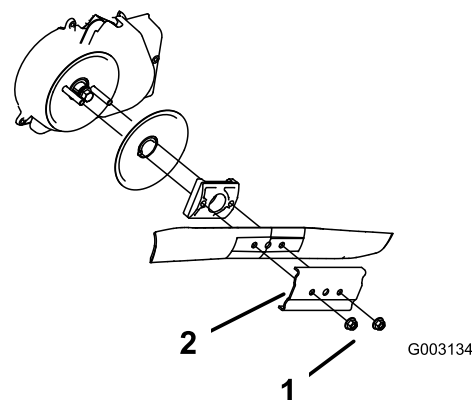

Figura 27
4. Retire la cuchilla (Figura 27).
5. Instale la cuchilla nueva (Figura 27).
3. Retire las 2 tuercas de la cuchilla y el refuerzo (Figura 27).